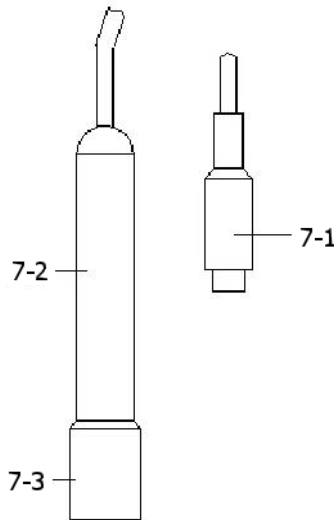

Fig. 4
- 1) Préparez la sonde de conductivité (optionnelle, CDPB-03), installez la " Prise de la sonde " (7-1, Fig. 4) dans le connecteur " CD " (3-15, Fig. 1).
- 3) Tenez le "Manche de la sonde " (7-2, Fig. 4) d'une main et introduisez totalement la "tête du capteur " (7-3, Fig. 4) dans la solution de mesure. Bougez la sonde et laissez que la bulle d'air interne sorte de la tête du capteur.